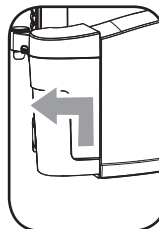

Abb. 3
- 3- Um die Karaffe zu entnehmen, wird sie leicht angehoben und vorsichtig aus dem Anschluss am Gerät herausgezogen (Abb.3).